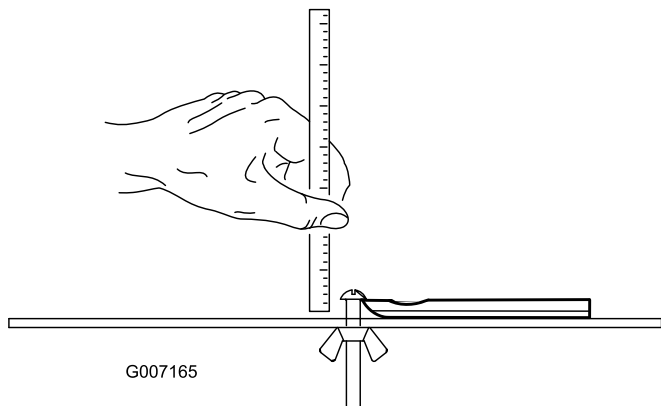

図 25
**注** どのベッドナイフの場合も、使用限界の測定基準はベッドナイフの底面です (図 25)。